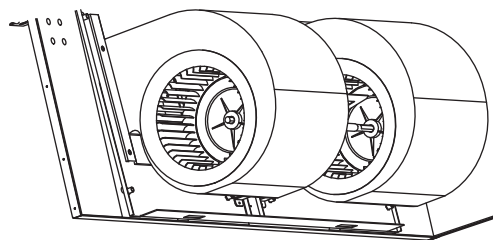

Рисунок 9-8
- 2) Удерживая руками нижнюю часть двигателя вентилятора, толкайте его вверх вдоль направляющих. (Рисунок 9-8)